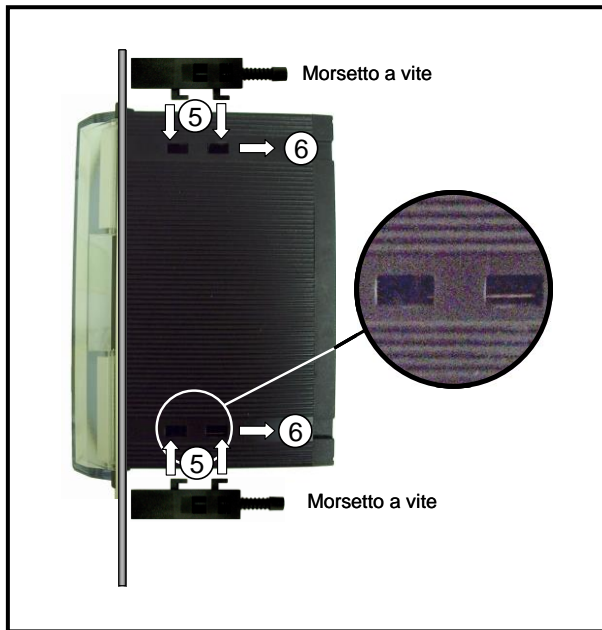

Fig. 3.5 – Inserimento morsetti di aggancio
7. Avvitare le viti serrando la cornice esterna del coperchio al pannello frontale del quadro elettrico (Fig. 3.5)